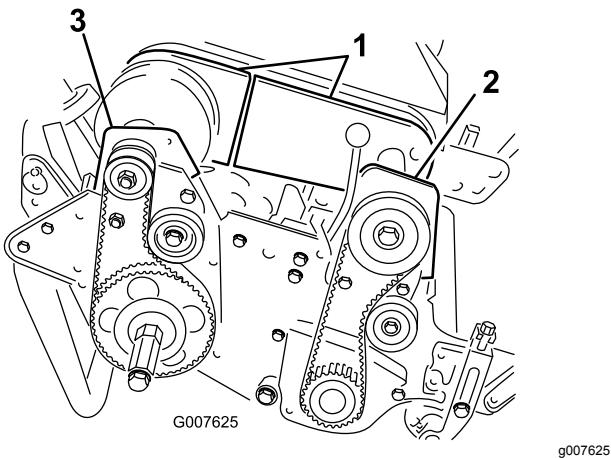

図 48
- デファレンシャルカバー前半分と後半分のボルトを取り、カバーを外してベルトが見えるようにする図 48。
6. 前クラッチハウジングをサイドプレートに固定しているボルト 2 本を外す図 48。
8. 右後ベアリングハウジングをサイドプレートに固定しているボルト 2 本とロックナット 2 個を外す図 48。